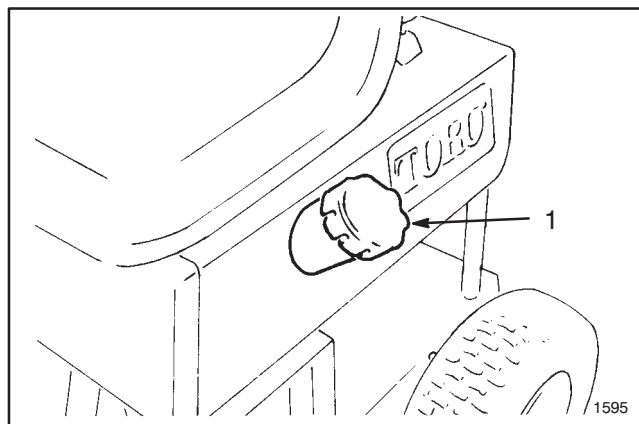

Figure 11
1. Nettoyer tout autour du bouchon du réservoir pour éviter la chute d'impuretés dans le réservoir lorsqu'on retire le bouchon. Retirer ensuite le bouchon du réservoir (Fig. 11).